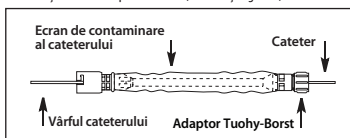

Figura 2
- Dacă se utilizează un ecran anticontaminare pentru cateter cu adaptor Tuohy-Borst (când este furnizat), introduceți vârful cateterului dorit prin capătul cu adaptor Tuohy-Borst al ecranului anticontaminare al cateterului. Avansați cateterul prin tubulatură și ambou la capătul celălalt (consultați Figura 2).